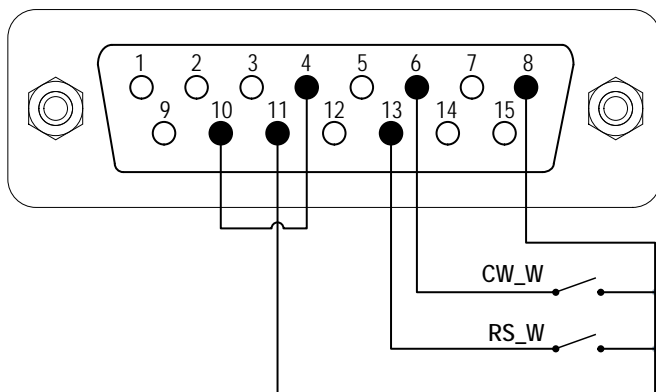

Abbildung 22. Logikpegel 2 Steuerung mit interner 12V-Stromquelle
- 1) Schalten Sie das Gerät aus. Verdrahten Sie den DB15-Stecker wie in Abbildung 22 oder Abbildung 23 und schließen Sie es an den DB15-Anschluss auf der Rückseite der Pumpe an.